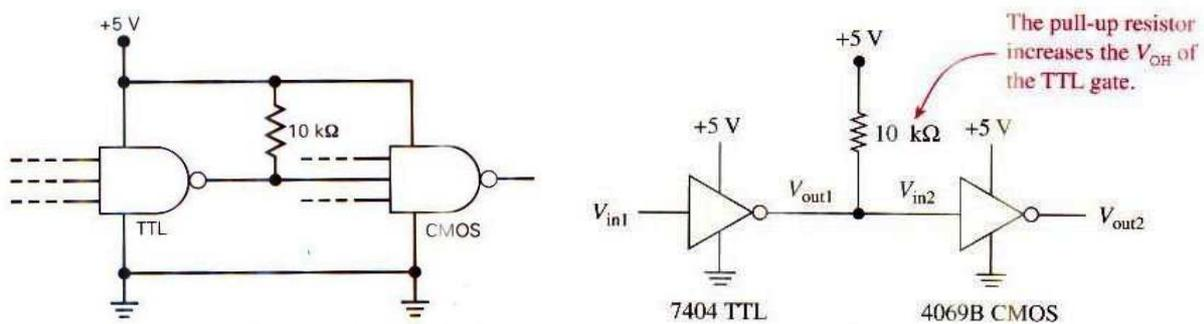

Figura 14: Uso dos resistores de “pull-up” de TTL para CMOS.
A solução é empregar um **resistor de “pull-up”** para elevar a tensão de saída do dispositivo TTL – ver figura 14. Note que nos piores casos, quando um dispositivo TTL está muito próximo da sua capacidade máxima de fan-out, sua tensão de saída para nível lógico alto pode descer para valores abaixo do considerado como nível lógico alto para pastilhas CMOS.
i) **Solução 1:** usando resistor de “pull-up”. Se as pastilhas CMOS estiverem operando com  $V_{DD} > 5 \text{ V}$ , a situação se torna um pouco mais difícil. Por exemplo, com  $V_{DD} = 10 \text{ V}$ , uma entrada CMOS requer  $V_{IH}(min) = 7 \text{ V}$ . As saídas de dispositivos TTL não podem operar com mais do que  $5 \text{ V}$ , portanto, o resistor de “pull-up” se faz necessário para aumentar a tensão entre a saída da porta TTL e a entrada da porta CMOS. O resistor de  $10 \text{ K}\Omega$  fica conectado entre a saída da porta TTL e a tensão  $V_{DD}$  – ver figura 14. Entretanto, alguns fabricantes de CIs TTL já operam diretamente com *pull-ups* na sua saída, o que implica em uma consulta prévia aos dados do fabricante para estes casos.